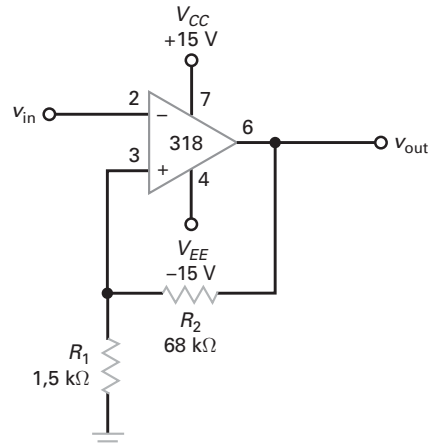

Figura 20-49
- 20-13** Se $V_{sat} = 13,5$ V na Figura 20-49, quais são os pontos de comutação e a histerese?
- 20-43** Os resistores da Figura 20-49 têm uma tolerância de $\pm 5\%$. Qual a histerese mínima?